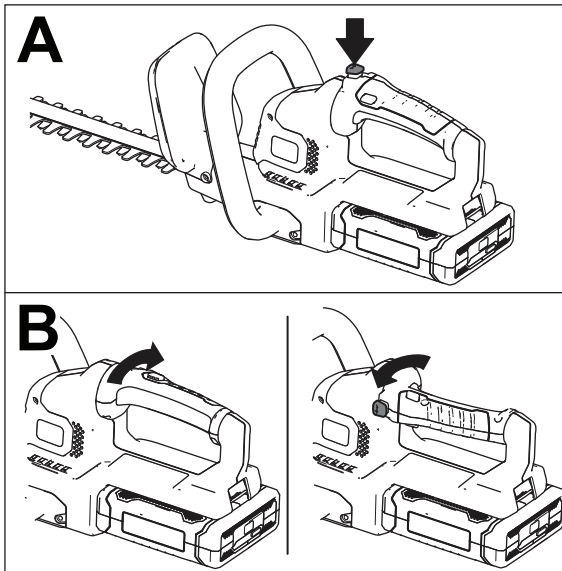

Figura 5
1. Mantenga pulsado el botón de bloqueo de la rotación (Figura 5, A).
2. Gire la empuñadura 90° a la derecha o a la izquierda, dependiendo del sentido de corte deseado y, a continuación, suelte el botón de bloqueo de la rotación para bloquear la empuñadura en la posición deseada (B en la Figura 5).